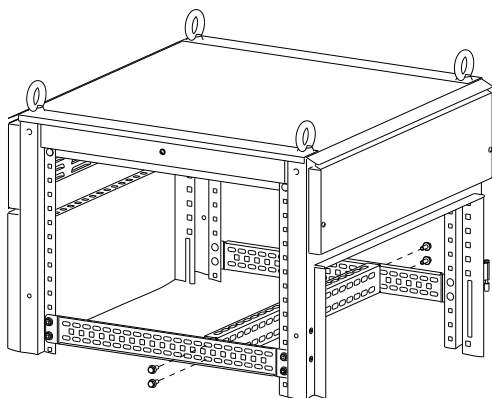

Рисунок 12
5.2.1 Установите Лонжерон между двумя предварительно смонтированными Рейками боковыми и закрепите болтами М6×16 (рисунок 12). Момент затяжки 5 Н·м.